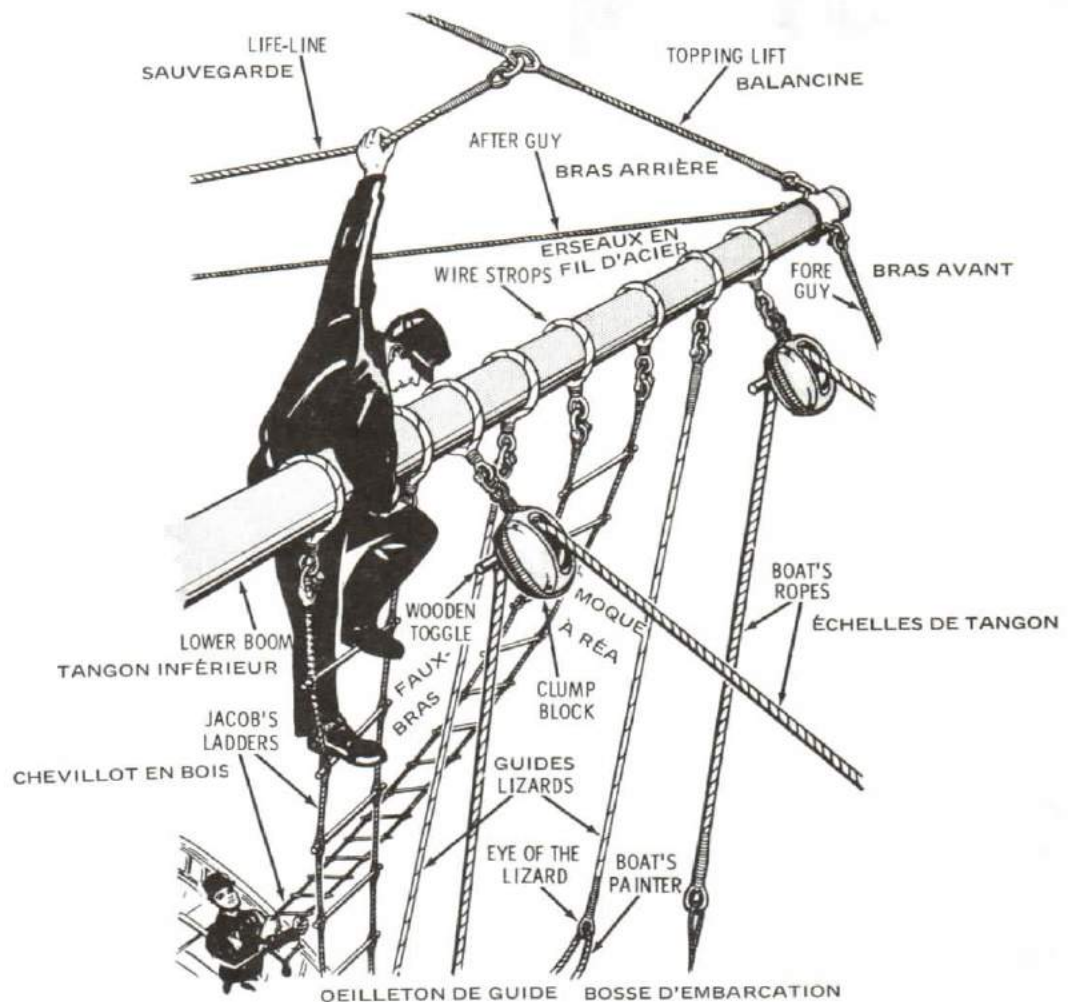

Figure 12-41
2. The boom is held horizontal and square with the ship's side by a topping lift and guys. These guys are known as the fore guy and after guy. When the boom is not in use it is swung forward or aft and clamped into a crutch fixed to the ship's side. To assist boat's crews in manning their boats a life-line is rigged, waist high between the topping lift and the ship's side or rail. At intervals along the boom are fitted a number of canvas-covered grommets of wire rope fitted with thimbles to which are shackled lizards, clump blocks, and Jacob's ladders. Boom fittings are shown in Figure 12-41.
2. Le tanton est maintenu horizontal et perpendiculaire au flanc du navire au moyen d'une balancine et de deux bras, appelés bras avant et bras arrière. Quand le tanton n'est pas en service, on le fait pivoter en long et on le bloque dans un chandelier installé sur la muraille du navire. Pour aider les équipages d'embarcation dans leurs manoeuvres, on installe une sauvegarde, arrivant à mi-corps, entre la balancine et le côté du navire. Disposés à intervalles le long du tanton se trouvent plusieurs erseaux en fil d'acier recouvert de toile; ces erseaux sont munis de cosses auxquelles sont maillés des guides, des moques à réa et des échelles de tanton. Le gréement de tanton est illustré à la figure 12-41.